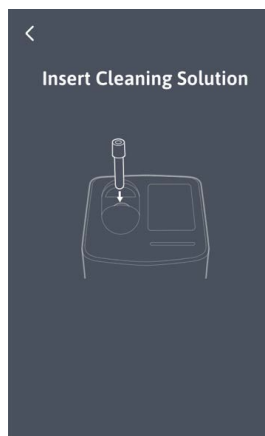

Figura 39
2. Uma vez solicitado pelo ecrã (Figura 39), insira o tubo deepCLEAN ou o tubo de solução de hipoclorito de sódio 6-7% preparado manualmente na posição de carregamento da amostra para iniciar o processo automatizado.